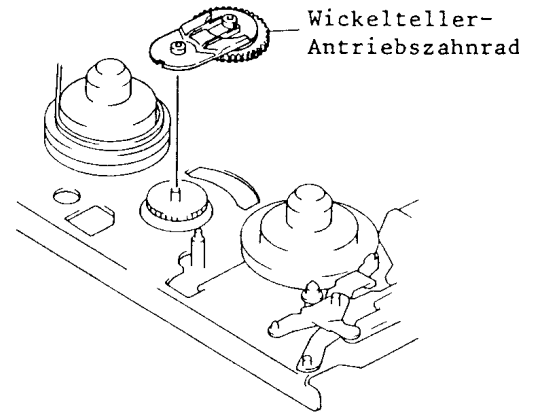

Abb. 7-8 Wickelteller-Antriebszahnrad
8. Wickelteller-Antriebszahnrad (Abb. 7-8)